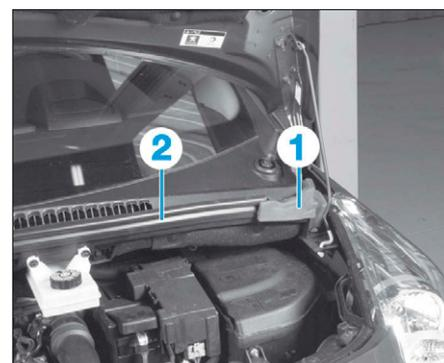

FIG. 60
- les joints (1) et (2) (de chaque côté) (Fig.60),